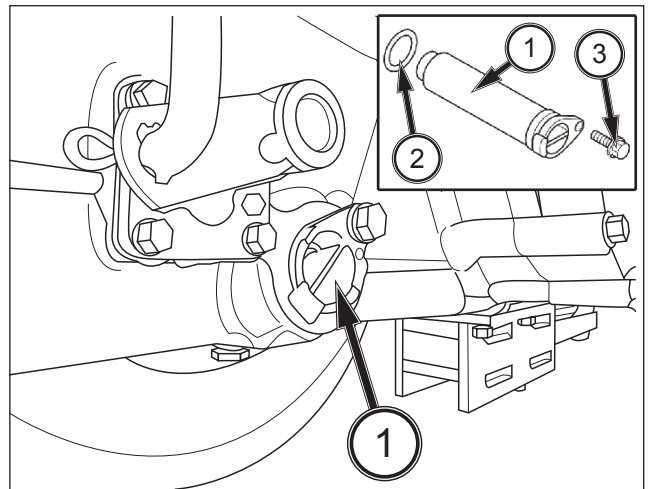

FIG. 112
FIG. 112 : pour nettoyer la crépine de transmission (aspiration) - nettoyez le filtre à huile de transmission lorsque toute l'huile a été vidangée. Desserrez le boulon (3), puis retirez le filtre (1). Pendant le montage, graissez le joint torique (2) pour éviter tout dommage.